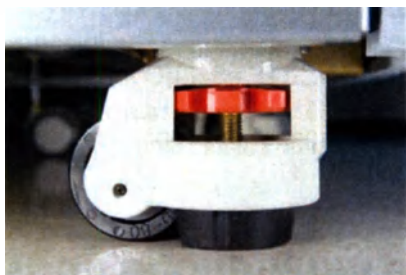

Рис. 3-2: Заблокированное роликовое колесо с ножкой, стоящей на полу
1. Поворачивайте рычажок по часовой стрелке, пока ножка аппарата не будет ровно стоять на полу, как показано на Рис. 3-2.